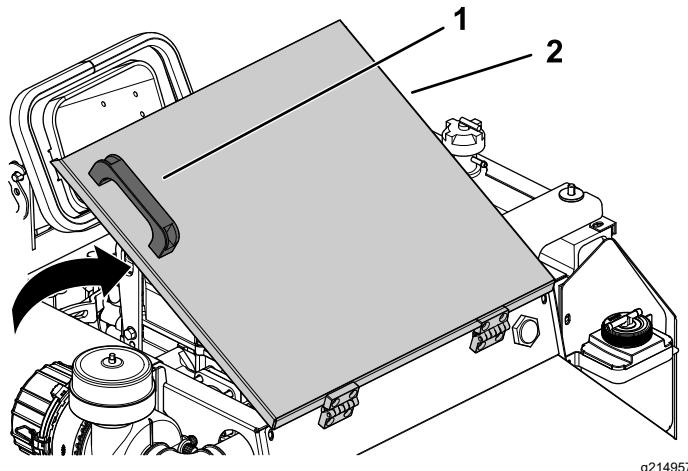

Figura 57
2. Utilizzando la maniglia sul coperchio di accesso al motore, sollevate il coperchio per accedere al motore \(Figura 57\).